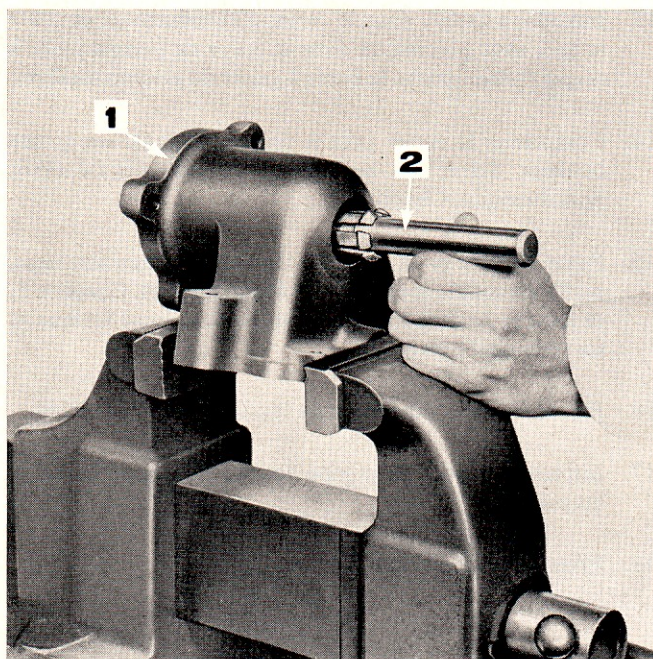

Figure 88: Dépose du roulement à aiguilles de l'arbre de pompe
- c. Chasser le roulement en utilisant un maillet mou et un chasoir approprié, et un adaptateur No 630-3. On peut également utiliser l'extracteur N-881-B (Figure 88).